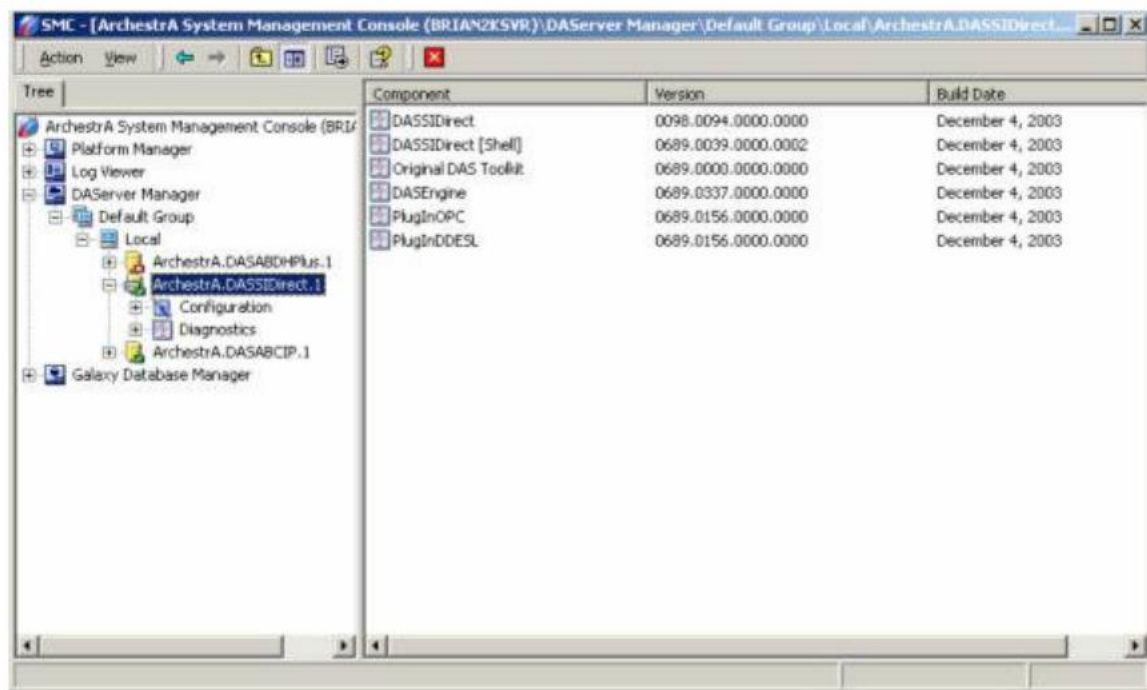

图 6. SIDirect DA Server 已激活
11. 在左面的树形结构图中，右键点击 ArchestraA.DASSIDirect.1 并从子菜单中选择“Activate Server”来启动此 DA Server，ArchestraA.DASSIDirect.1 旁边的图标将由红变成绿，如下图 6 所示：